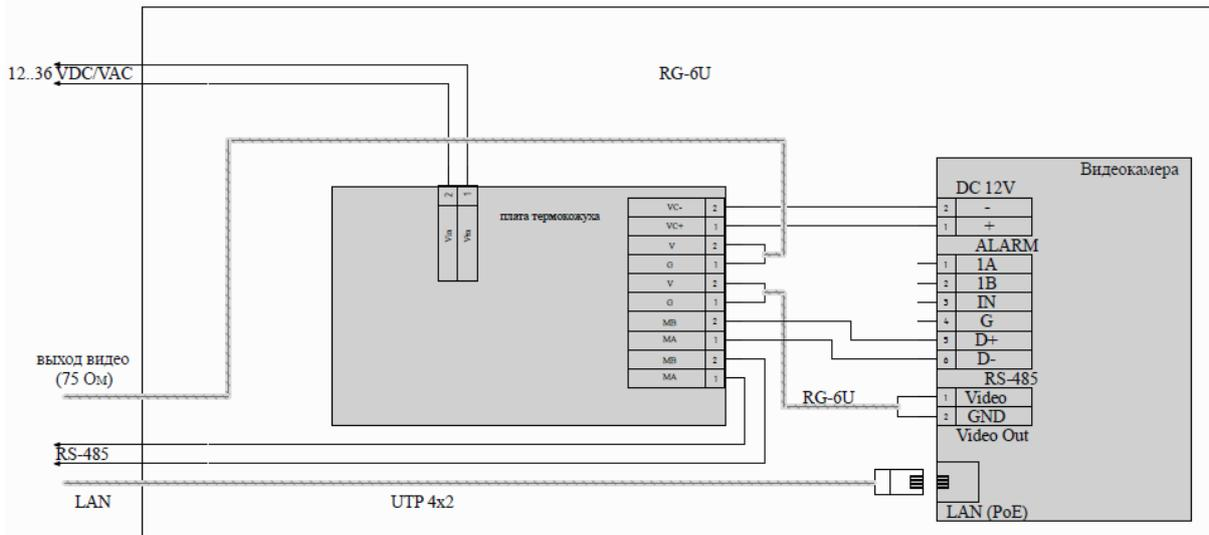
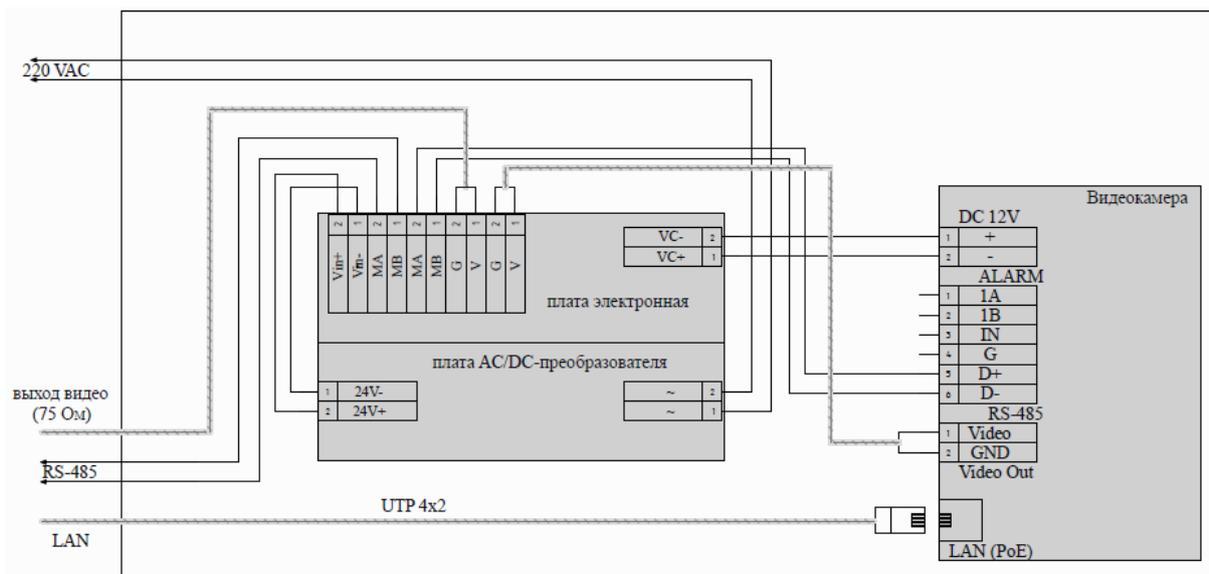

Рис. 4.2. Схема подключения видеокамеры к электронной плате термокожуха LTV-Ex-300-M-12V и LTV-Ex-300-M-24-36V
Рис. 4.3. Схема подключения видеокамеры к электронной плате термокожуха LTV-Ex-300-M-220V
4. Подключить видеокамеру к электронной плате согласно схеме подключения (см. Рис. 4.2 или Рис. 4.3).
1. Завести кабель питания в отверстие 1 и подключить провода на клеммной плате согласно Рис. 4.2 или Рис. 4.3 в зависимости от выбранной модели термокожуха.